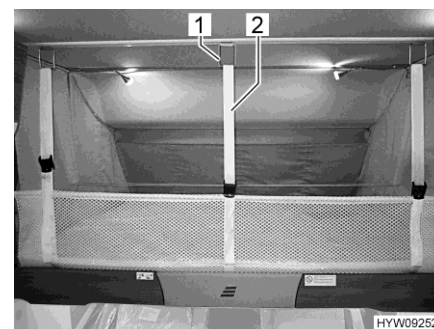

Fig. 92 Filet de sécurité (lit escamotable)
- Desserrer les sangles de sécurité (Fig. 92,2) et ranger le filet de sécurité sous le matelas.
- Suspendre les sangles de sécurité (Fig. 92,2) aux crochets (Fig. 92,1) situés au plafond.